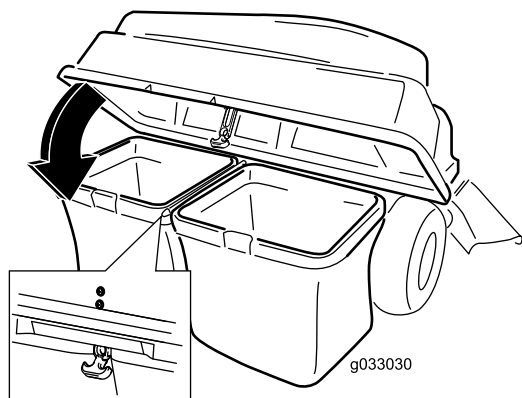

Figura 17
5. Baje la tapa del ensacador sobre las bolsas (Figura 17).